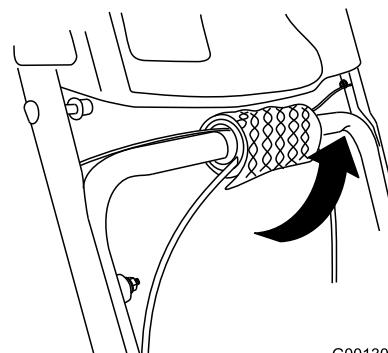

Figura 6
1. Togliete ed eliminate il pluriball dai cavi sulla stegola inferiore (Figura 6).